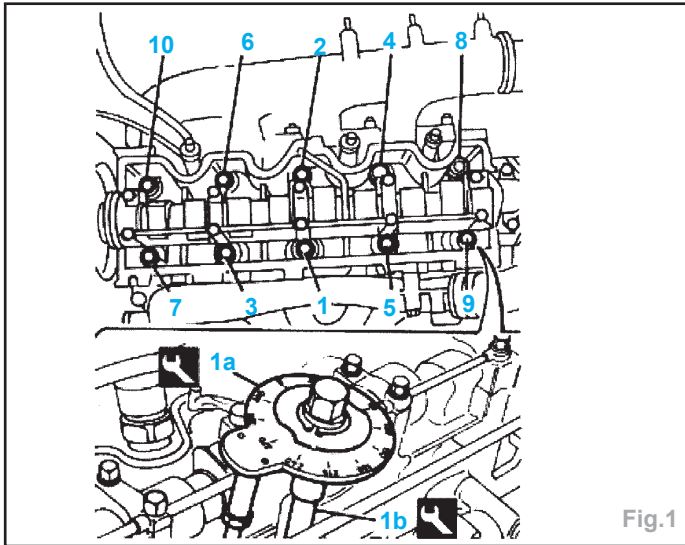

Fig.1
- Culasse (Fig.1)M12 **6,5 + 90° + 90° + 90°**